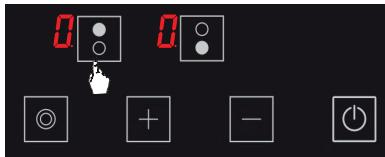

Figure 9
2. Appuyez sur la touche de sélection de la plaque de cuisson pertinente une fois. L'icône **H** s'affiche quand vous la touchez pour la première fois. (Voir Fig. 9)